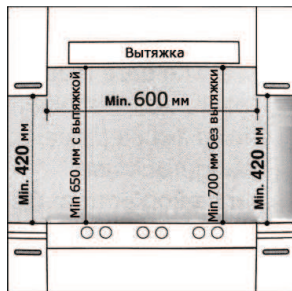

Рис. 4. Расстояние от поверхности прибора до навесных шкафов
3. Навесные шкафы, располагающиеся рядом с вытяжкой, должны находиться на высоте не менее 420 мм от поверхности прибора (рис. 4).